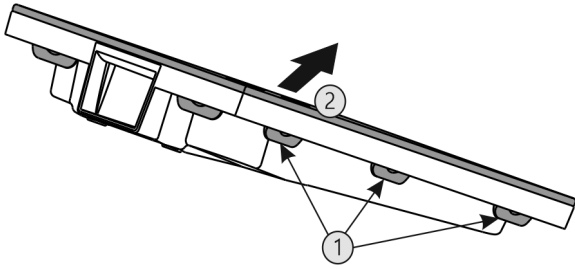

Fig. 32
- ▶ Последовательно нажать на все наклейки Fig. 32 (1) и снять крышку Fig. 32 (2).